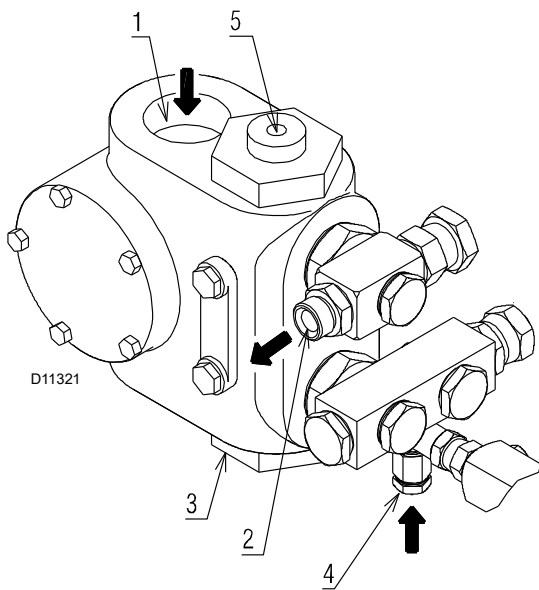

Fig. 23
Légende (Fig. 23)
- Pour que la pompe (Fig. 23) puisse s'auto-amorcer, il est indispensable de desserrer la vis 4) pour purger l'air contenu dans le tuyau d'aspiration.
Si la pompe a été vidée, la remplir de combustible par le bouchon du vacuomètre 4) (Fig. 23) avant de la mettre en marche pour éviter des grippages.